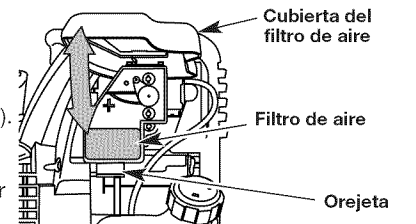

Fig. 27
1. Abra la tapa del filtro de aire. Empuje hacia adentro la lengüeta que está en lado inferior de la tapa. Después hale hacia afuera y arriba la tapa del filtro de aire. (Fig. 27).
7. Instale de nuevo la tapa del filtro de aire. Haga coincidir las ranuras que hay en la parte superior de la tapa del filtro de aire con las lengüetas de la parte superior de la placa posterior (Fig. 27).
8. Gire la tapa hacia abajo hasta que la lengüeta de la placa posterior del filtro de aire se enganche en la ranura de la tapa del filtro de aire (Fig. 27).